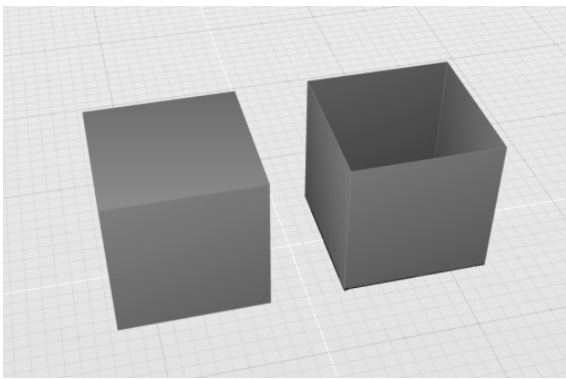

图 4-31 针对两个对象分别进行挤出操作
2) 使用“挤出”工具，分别对两个对象进行挤出，挤出高度全部设定为“10”，获得结果如图 4-31 所示。